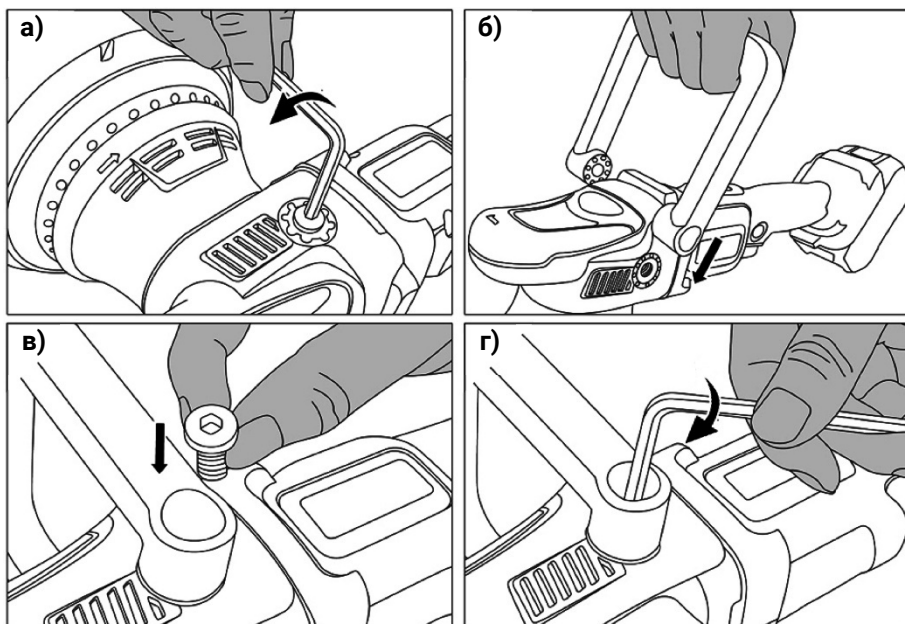

Рисунок 2. Встановлення D-подібного руків'я.
1) викрутити за допомогою ключа торцевого гвинти з отворів для встановлення руків'я на корпусі виробу (рис. 2а);
2) сумістити кріпильні отвори D-подібного допоміжного руків'я з отворами для встановлення руків'я на корпусі виробу (рис. 2б);
3) вставити в кріпильні отвори D-подібного допоміжного руків'я гвинти (рис. 2в) та закрутити їх за допомогою ключа торцевого (рис. 2г).
- 1) викрутити за допомогою ключа торцевого гвинт з отвору, в який планується встановлення руків'я на корпусі виробу (рис. 2а);